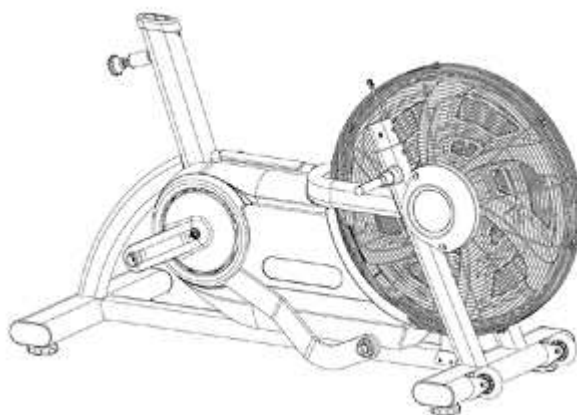

Рис. 3
3. Выньте основание тренажера (Рис. 3) из нижней половины коробки.